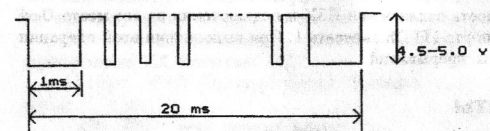

Рис. 3
- **Synс** - сигнал синхронизации для подключения к цветному телевизору (рис. 3);